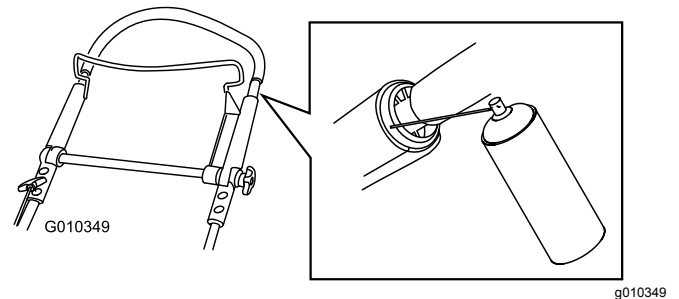

Figure 20
1. Pulvérisez l'extrémité en plastique extérieure de la poignée intérieure (Figure 20).